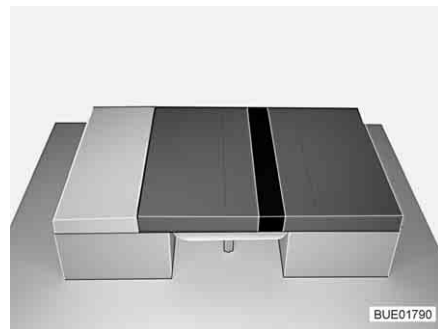

Bild 96 Nach dem Umbau
- Das Zusatzpolster zwischen die Sitzpolster legen (siehe Bild 96).